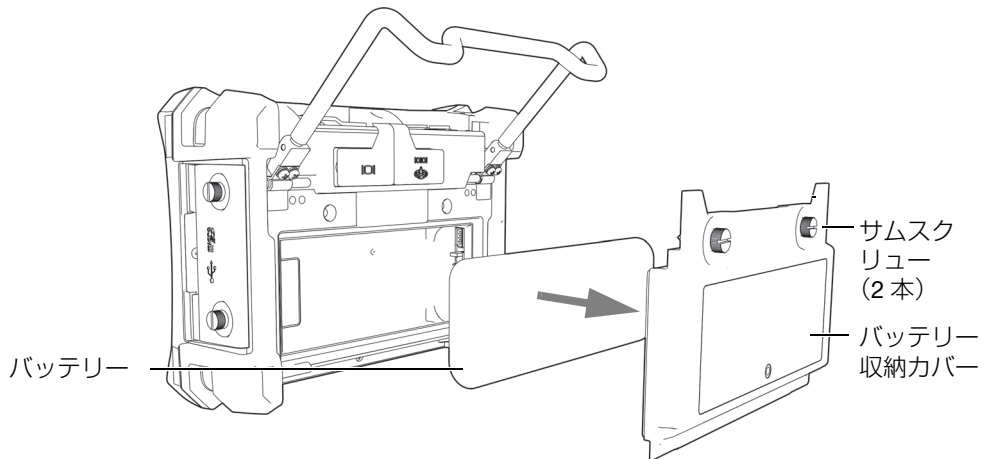

図 1-11 バッテリー収納カバーとリチウムイオン電池を取り外す
3. リチウムイオン電池が取り付けられている場合は、それを取り外します（27 ページ 図 1-11 参照）。